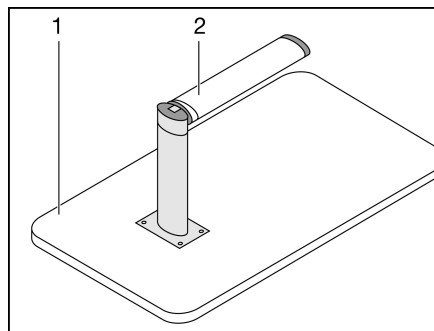

Fig. 54 Struttura di supporto letto
- Sollevare il piano del tavolo (Fig. 54,1) di circa 45° in avanti.
- Tirare la parte inferiore del supporto snodabile (Fig. 54,2) verso il basso e ribaltarla di 90°.